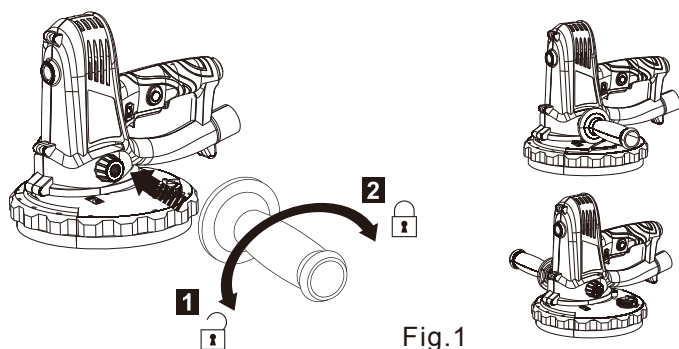

Fig. 1
1. Enrosque a pega auxiliar (9) para a direita num dos orifícios de montagem (9a) (Fig. 1)
2. Comprove que a pega auxiliar (9) está fixa firmemente.